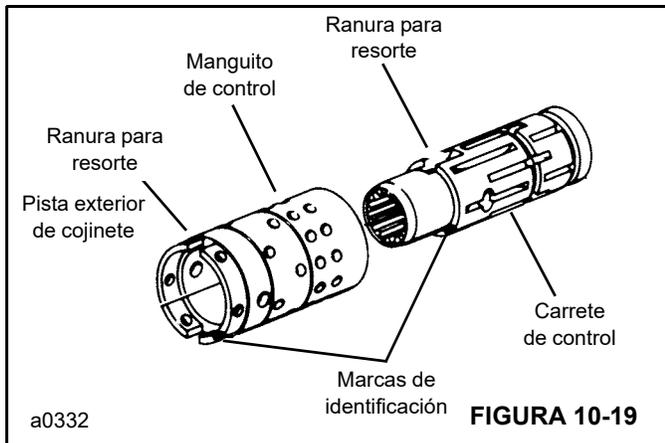
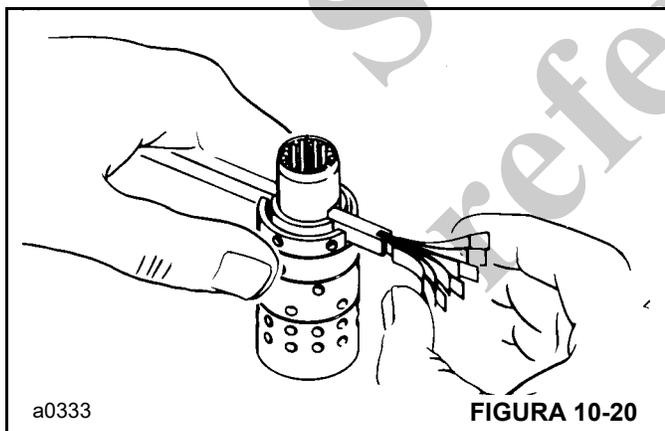

FIGURA 10-19
FIGURA 10-20
6. Lubrique el carrete 12 y el manguito 9. Instale el carrete 12 y el manguito 9 cuidadosamente de manera que las ranuras para los resortes (Figura 10-19) queden alineadas en el mismo extremo. Gire el carrete (12, Figura 10-13) mientras desliza las piezas para unirlos. Algunos juegos de carrete y manguito tienen marcas de identificación; alinee estas marcas como se muestra en la Figura 10-19. Pruebe el giro libre. El carrete debe girar suavemente en el manguito cuando se aplica fuerza con el dedo en el extremo con estrías.
7. Alinee las ranuras para resortes de ambas piezas y coloque las piezas sobre un extremo en el banco de trabajo (Figura 10-19). Inserte la herramienta especial de instalación de resortes a través de las ranuras para resortes de ambas piezas. Coloque los resortes de centrado (en 2 juegos de 3 cada uno) en el banco de manera que el extremo extendido quede hacia abajo y la sección central arqueada quede junta. En esta posición, inserte un extremo de todo el conjunto de resortes (los seis) en la herramienta de instalación de resortes (Figura 10-20) con las muescas de los resortes orientadas hacia el manguito.